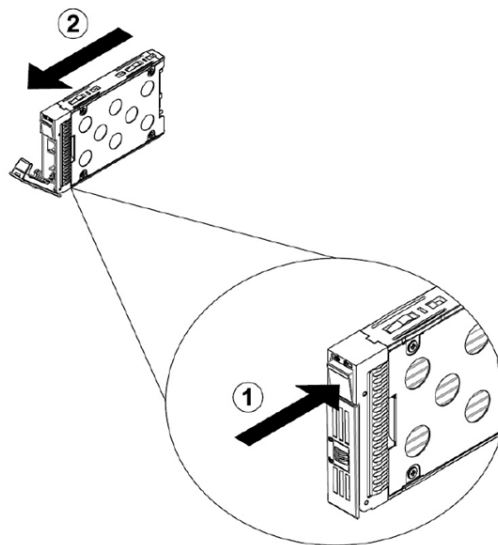

Figure 2.25 Removing the HDD Trays/ 移除可移动托架 / 移除可移動托架
1. Press the key latch on the top of the HDD tray, then pull out the HDD tray from the HDD bay (See Figure 2.25).
1. 按下硬盘抽取托盘上方的固定按键后将硬盘抽取托盘拉出（如图 2.25 所示）。